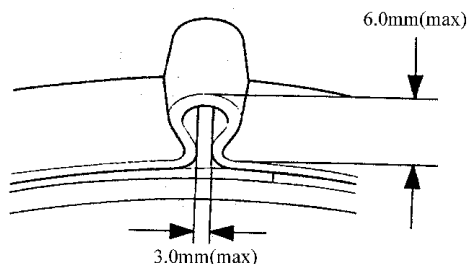

图 6-85 检查卡环合拢耳部间隙
13) 如图 6-85 所示, 检查卡环合拢耳部的间隙, 如果间隙不在标准范围内, 则进一步合拢耳部。